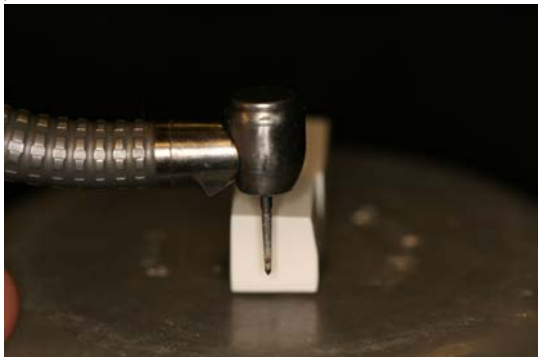

Fig 5. Le côté avant du bloc d'apprentissage doit être réalisé à l'aide d'imagerie mentale uniquement
- e. Les côtés arrière et avant du bloc ne doivent être réalisés qu'à l'aide de l' image mentale de la micro-compétence. Cela signifie que cette opération doit être réalisée sans regarder le bloc (Fig. 5 et 6)